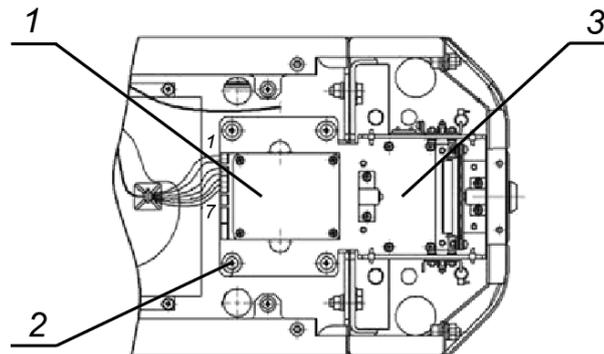

Рисунок 15. Механизм картоприемника
Для переустановки механизма картоприемника (3, рис. 15) на сторону считывателя №1 необходимо выполнить следующие действия (номера позиций даны в соответствии с рисунком 2, если не указано отдельно):
8. Демонтируйте механизм картоприемника (3, рис. 15), – крепится четырьмя винтами М5×20 (2, рис. 15), и установите его на противоположную сторону турникета, закрепив на аналогичное место этими же винтами.